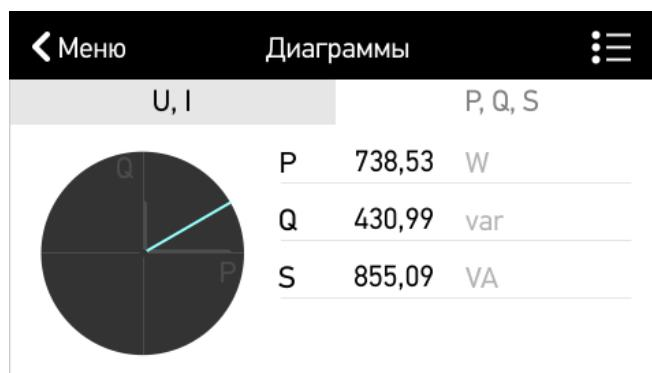

Рисунок 4.10. «Измерения» -&gt; «Векторная диаграмма» -&gt; «P, Q, S»
**Диаграмма мощностей по квадрантам** в которой выводятся значения суммарной активной, реактивной и полной мощностей и угла между Р и S (рис. 4.10).